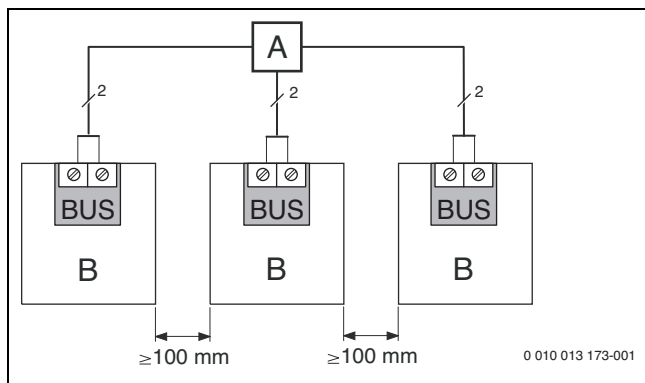

Fig. 34 Raccordement du boîtier de distribution
- Introduire les accessoires BUS [B] via le boîtier distributeur [A] en étoile (→ figure 34), tenir compte de la notice du module de commande et des autres modules).